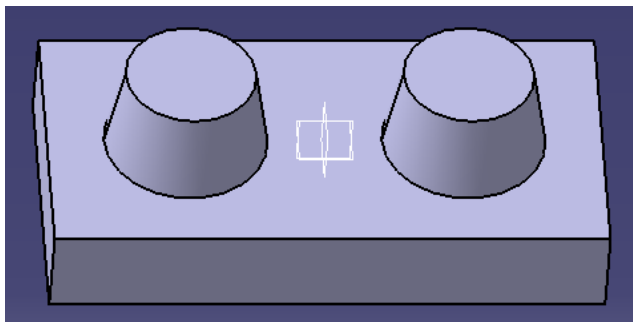

图 3-26
(1) 用 xy plane Rectangle → Pad → Circle → Pad → Draft Angle 画如下图 (见图 3-26)。